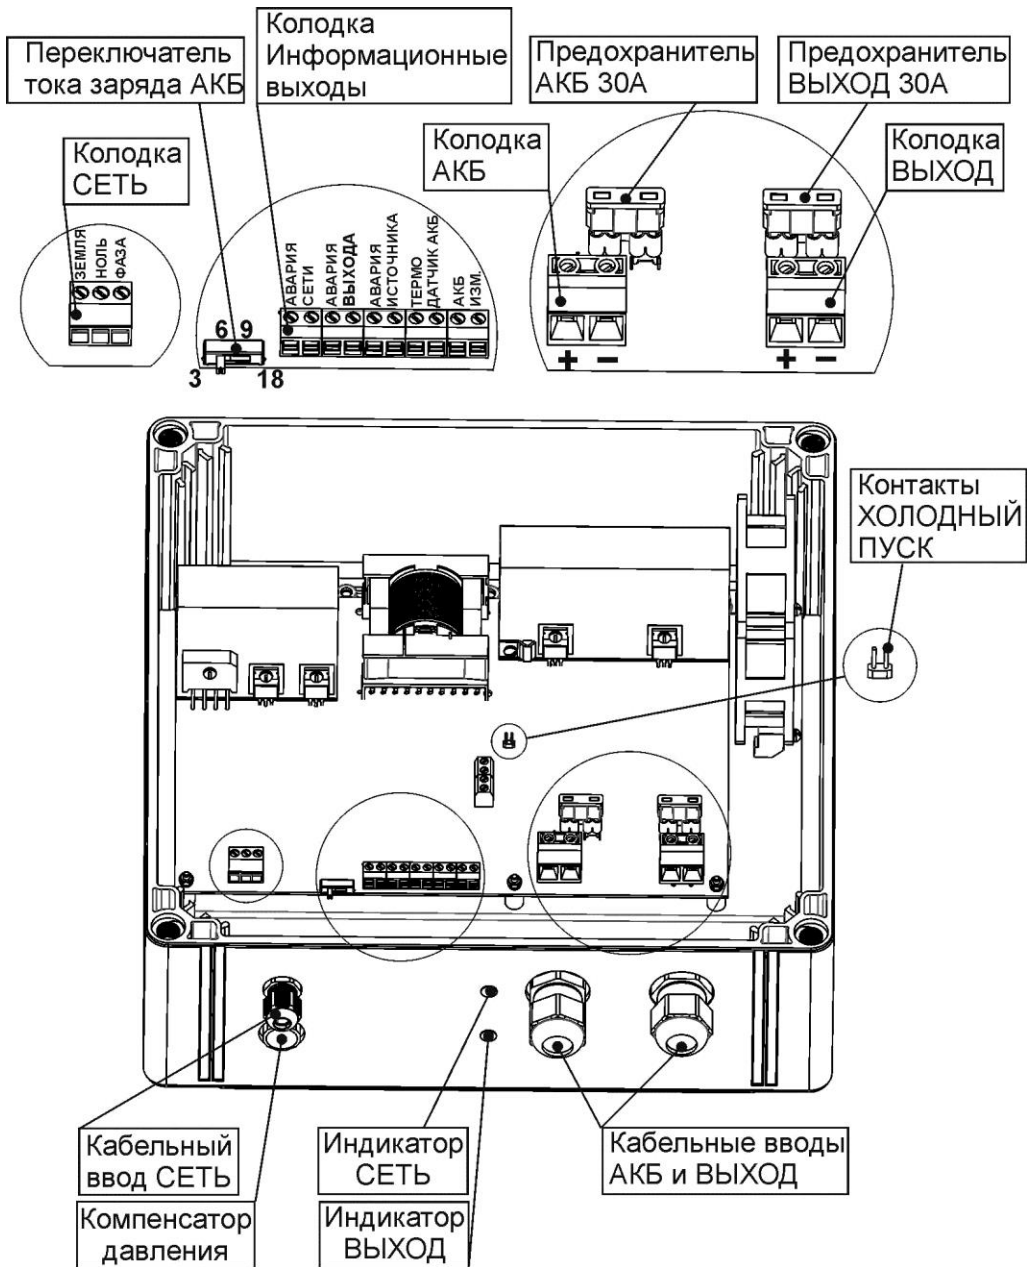

Рисунок 1 - общий вид изделия
Конструктивно изделие выполнено в герметичном пластиковом корпусе настенного исполнения со съемной крышкой и рамной вставкой (см.рис.1).
- подключите, соблюдая фазировку, сетевые провода к соответствующим клеммам колодки «СЕТЬ» (см. рис. 1);
- подключите с соблюдением полярности к клеммам колодки «ВЫХОД» изделия кабель питания нагрузки (см. рис. 1);
- проверьте правильность произведенного монтажа в соответствии с назначением клемм подключения (рис. 1) и схемами подключения (рис. 4-6);